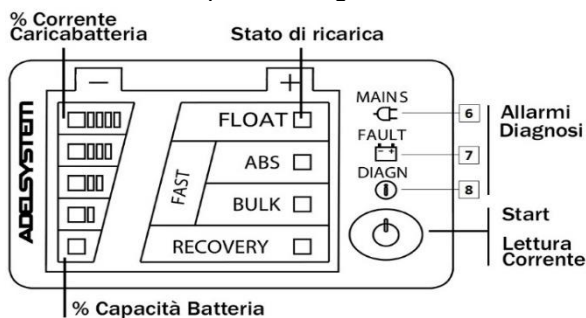

Fig: 1
- La corrente di ricarica della batteria può essere anche osservata direttamente sul display esterno del dispositivo, premendo il tasto "Lettura della Corrente" (fig.1)
- Il superamento del valore limite di allarme verrà segnalato dal Relè e Led di Fault. Il Led lampeggiante di diagnosi dovrà segnalare un codice Blink di 5 Lampeggi intervallati da una pausa. I Led sono presenti sia sul prodotto CBI che sul Display posto esternamente al contenitore (Fig.1)
- Display DPY353 (Fig.1) posto all'esterno del dispositivo che indica le seguenti situazioni: